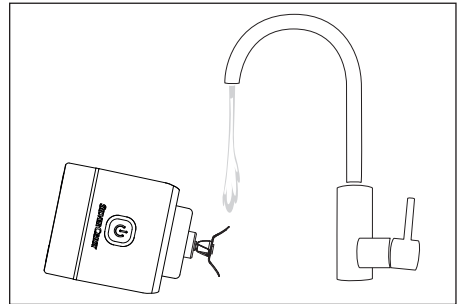

Abb. 2
- Spülen Sie nur das Kreuzmesser **5** vorsichtig, ggf. mit einer Spülbürste, unter fließendem Wasser. Achten Sie dabei darauf, dass kein Wasser auf den Motorblock **9** fließt und tauchen das Gerät nicht in Wasser! Kippen Sie das Gerät so, dass nur das Kreuzmesser **5** in den Wasserstrahl hineinragt (siehe Abb. 2). Wenn Sie die Reinigung direkt nach der Verwendung durchführen, dann lassen sich Verschmutzungen leichter lösen.